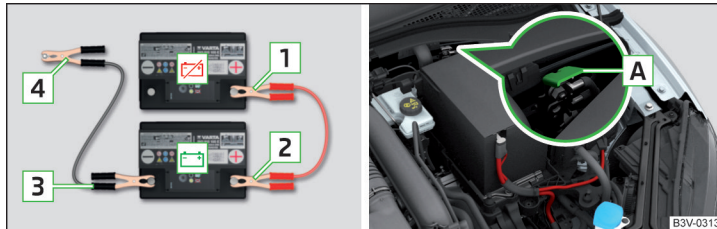

Fig. 237 Pornirea asistată:  - bateria descărcată,  - bateria furnizoare de curent/punctul de masă al motorului la sistem START-STOP
- La autovehiculele cu sistem START-STOP conectați clema **4** la punctul de masă al motorului **A** » fig. 237.